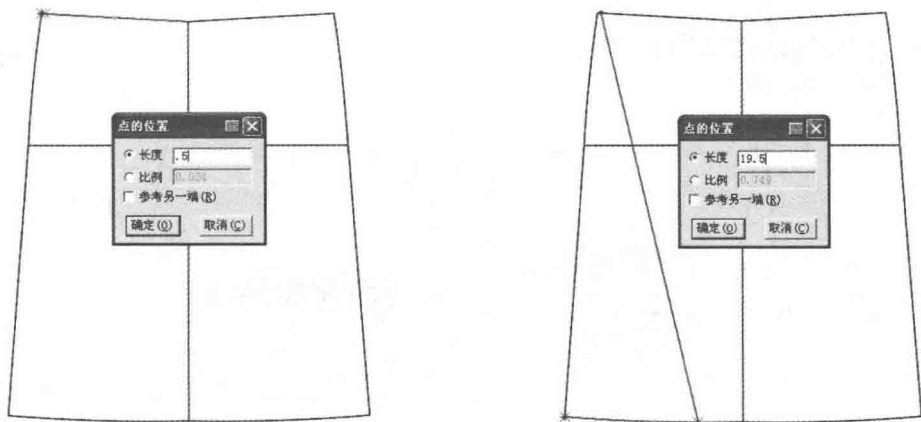

图6-45 画分割线步骤1
①选择  【智能笔】工具在腰口线 0.5cm 处开始画分割线。然后与下摆线处 19.5cm 相连接（图 6-45）。